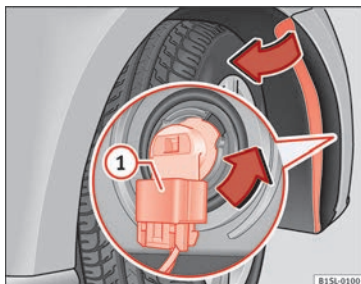

Fig. 148 Sostituzione delle lampadine dei fari.
4. Sbloccare il connettore » **fig. 148** **1** e rimuoverlo.
5. Girare il portalampada » **fig. 148** nella direzione della freccia, **in senso antiorario** fino a fine corsa ed estrarlo insieme alla lampadina, tirando all'indietro.